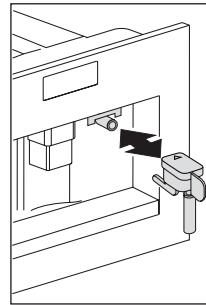

Rys. 19
- ▶ Jednocześnie możesz przyrządzić tylko jedną kawę, wciskając przycisk ☱ (B10) (Rys. 19).